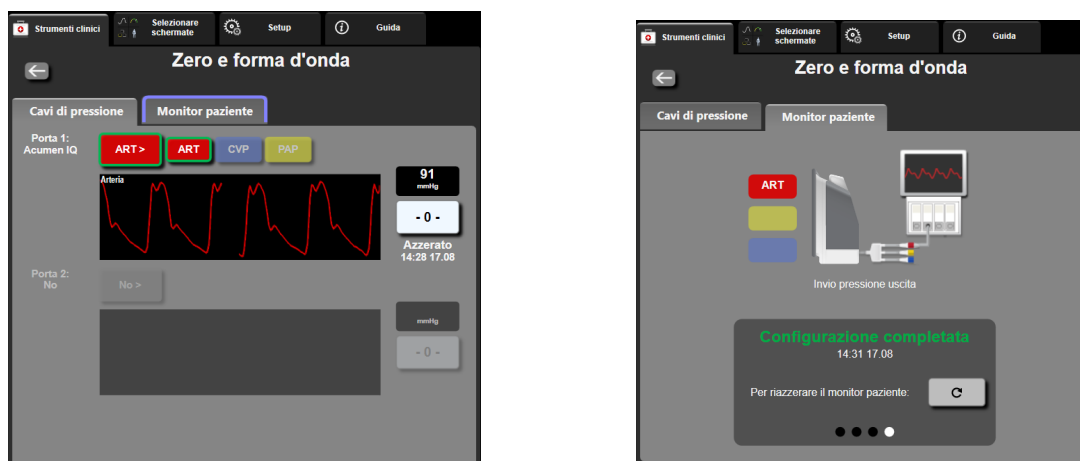

Figura 10-2 Schermate Zero e forma d'onda – Azzeramento sensore e pressione in uscita
- 5 Toccare l'icona **Trasmetti forma d'onda**  per iniziare la trasmissione del segnale di pressione al monitor paziente. Viene visualizzato il messaggio “**Configurazione completata**” quando la forma d'onda in tempo reale viene trasmessa al monitor paziente collegato. Vedere la schermata a destra nella Figura 10-2 a pagina 183.